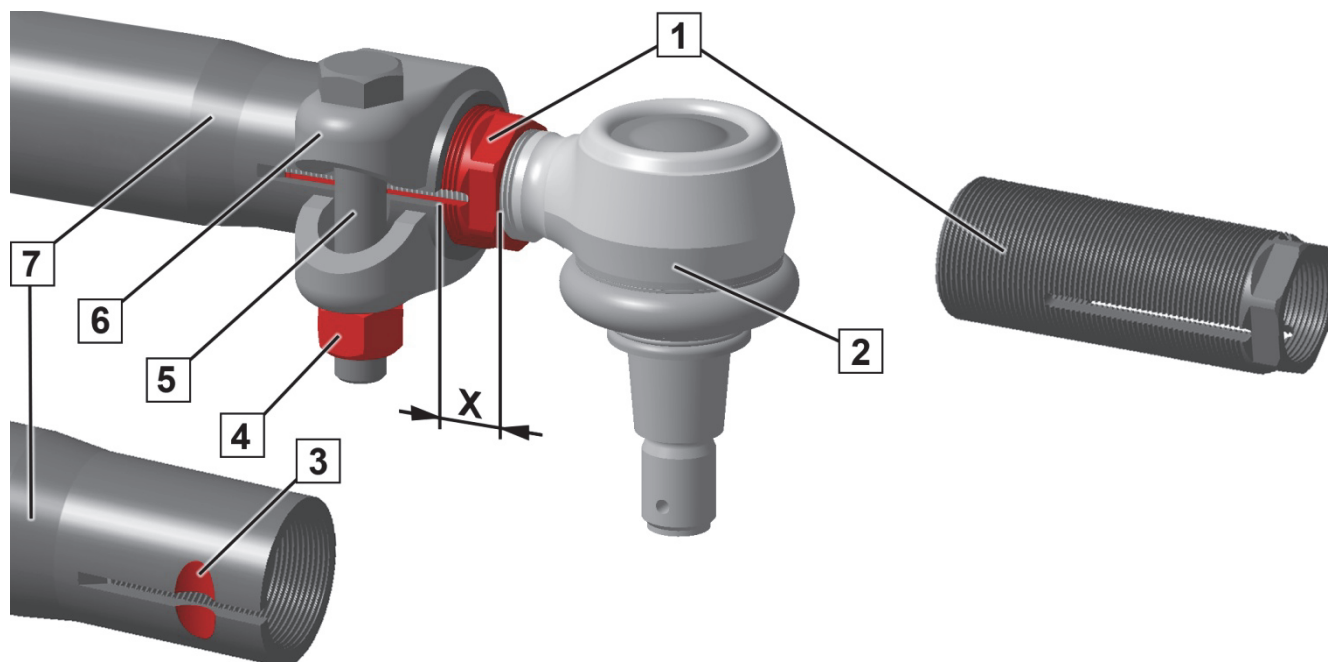

Fig. 1: sistema de afinação
Depois de alinhar a convergência, o casquilho roscado (1) tem de sobressair pela medida **X** do tubo (7). Medida X (Fig.1):